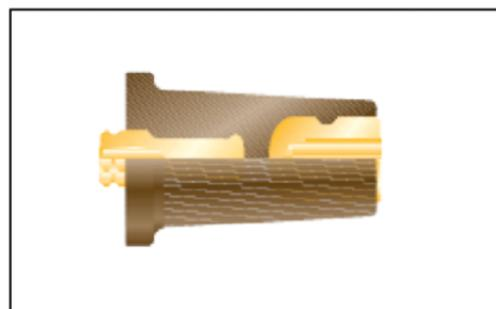

Рис. 10.3. Концевая заглушка
■ концевая заглушка (см. Рис. 10.3) предназначена для установки на адаптер, отсоединенный от бушинга РУ, во время проведения испытаний на кабеле. Заглушку следует устанавливать до подачи напряжения. Испытания без заглушки могут привести к повреждению адаптера;